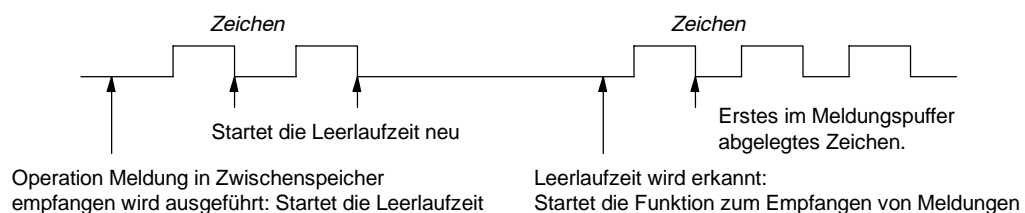

Bild 6-11 Starten der Operation Meldung in Zwischenspeicher empfangen mit Leerlauferkennung
1. **Leerlauferkennung:** Die Leerlaufbedingung ist definiert als Ruhe- oder Leerlaufzeit in der Übertragungsleitung. Der Empfang wird begonnen, wenn die Kommunikationsleitung während der in SMW90 oder SMW190 angegebenen Anzahl Millisekunden im Ruhe- oder Leerlaufzustand war. Wenn die Operation Meldung in Zwischenspeicher empfangen in Ihrem Programm ausgeführt wird, beginnt die Funktion zum Meldungsempfang die Suche nach der Leerlaufbedingung. Werden Zeichen empfangen, bevor die Leerlaufzeit abgelaufen ist, ignoriert die Funktion zum Meldungsempfang diese Zeichen und startet die Leerlaufzeit mit dem Wert aus SMW90 oder SMW190 neu (siehe Bild 6-11). Nachdem die Leerlaufzeit abgelaufen ist, speichert die Funktion zum Meldungsempfang alle nachfolgend empfangenen Zeichen im Meldungspuffer.